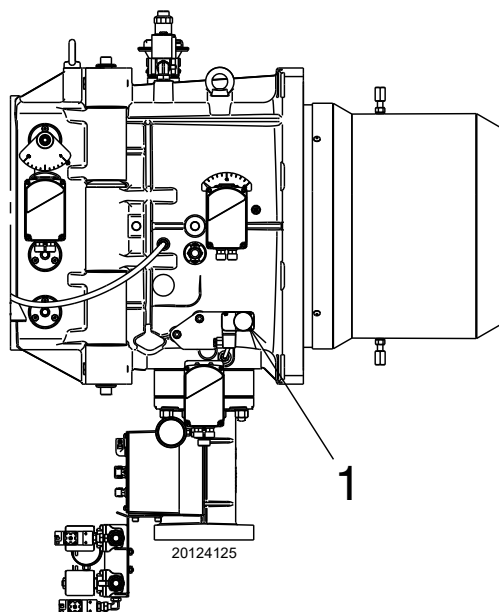

Fig. 25
Pression de gaz mesurée à la prise 1) (Fig. 25) avec:
Perte de charge du papillon gaz 2) (Fig. 25) avec ouverture maximale: 90°.
- Soustraire de la pression du gaz à la prise 1) (Fig. 25) la pression de la chambre de combustion.
Pression de gaz à la prise 1) (Fig. 25) = 46 mbar
Pour connaître par contre la pression de gaz nécessaire à la prise 1) (Fig. 25), après avoir défini la puissance de modulation maximale à laquelle on désire faire fonctionner le brûleur:
- Lire sur la droite, colonne 1, la pression à la prise 1) (Fig. 25).
Pression nécessaire à la prise 1) (Fig. 25).